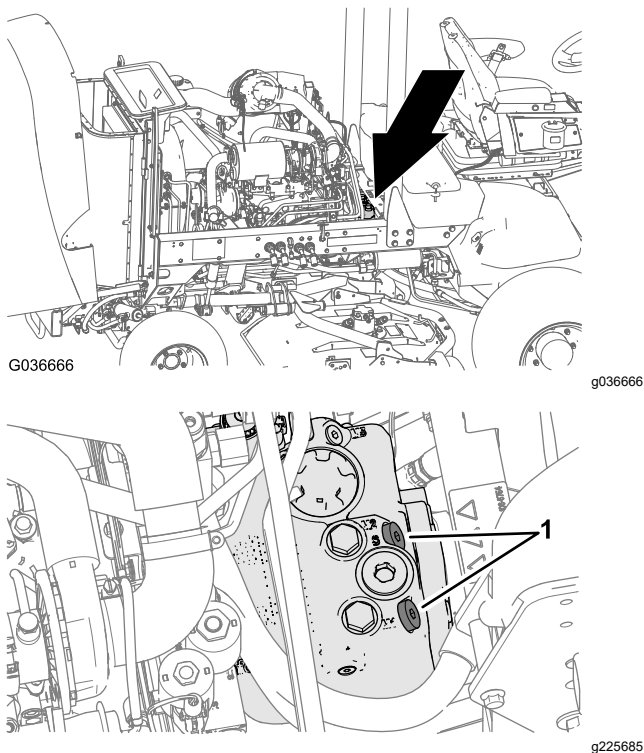

Figura 43
1. Levante el capó y localice las válvulas de alivio (Figura 43) en la parte superior de la bomba, detrás de la batería/cajas de almacenamiento.